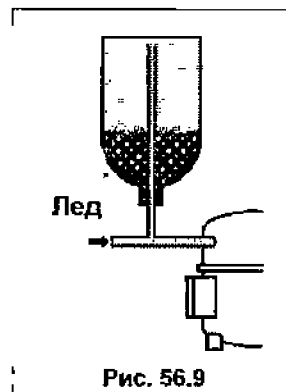

Рис. 56.9
*охладиться настолько, что на всей поверхности баллона, которая соприкасается с жидкостью, может появиться снежная шуба (см. рис. 56.9).*